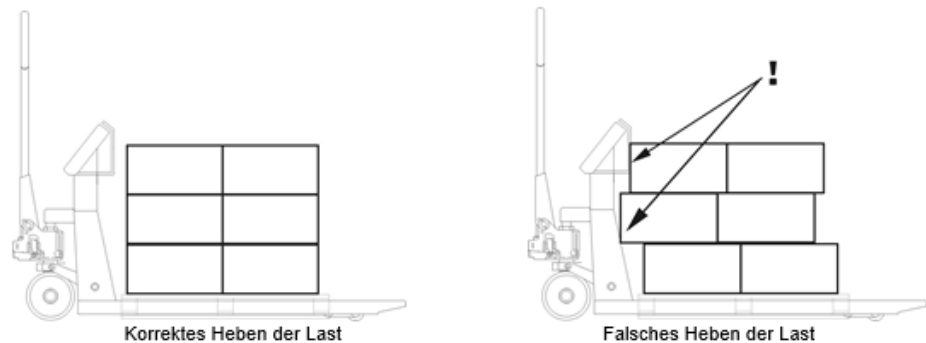

Abb.1
- Das Wägegut befindet sich mittig und bis zum Anschlag auf der Lastgabel, siehe Abb. 1.